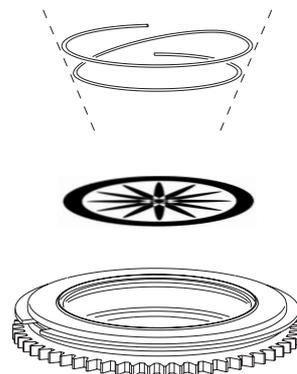

Figura 16: Portagobos rotativos
Los gobos se fijan al portagobos mediante un muelle de retención. (ver Figura 16). Tener en cuenta que el muelle de retención se puede utilizar sólo con gobos de un grosor máximo de 3 mm. Para gobos de mayor grosor se deberán fijar al portagobos con adhesivo resistente a rayos UV o Loctite 330 Multibond con Activador.
5. Insertar el muelle con el extremo estrecho contra el gobo, como muestra la Figura 16. Para identificar el extremo estrecho, apretar el muelle en una superficie plana. El extremo estrecho quedará en el interior. Empujar el extremo del muelle hasta que quede situado bajo el reborde del portagobos.